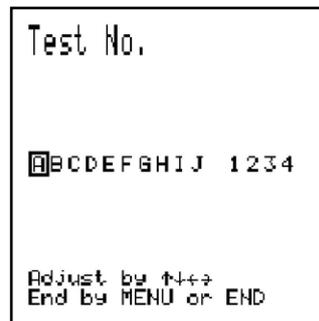

Рис. 4.3 Меню „Номер испытания“
- Перед началом серии измерений можно сделать метку, состоящую из максимум 10 букв, пробелов и/или символов , ; -_ включая четырехзначные числа, например, наименование здания, номер этажа, номер элемента (см. Рис. 4.3).